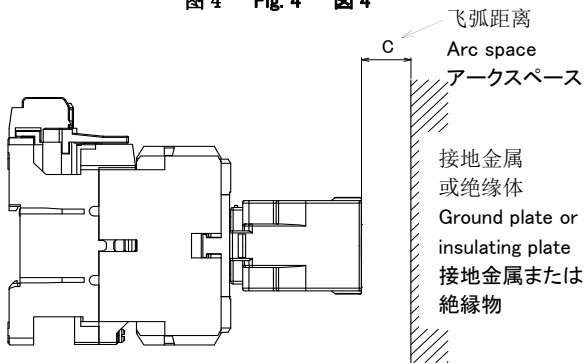
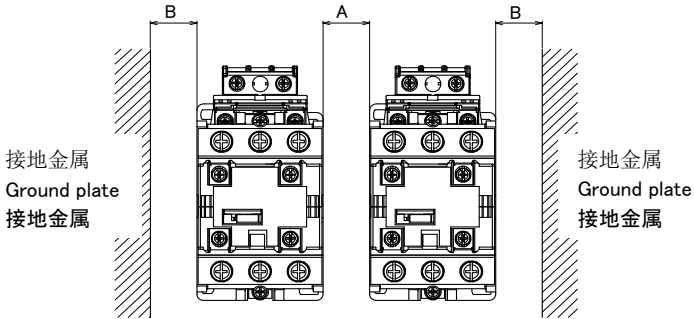

图 5 Fig. 5 図 5
图 6 Fig. 6 図 6
4. 安装空间（图 5、图 6） Mounting space(Fig. 5, Fig. 6) 取付けスペース(図 5、6)